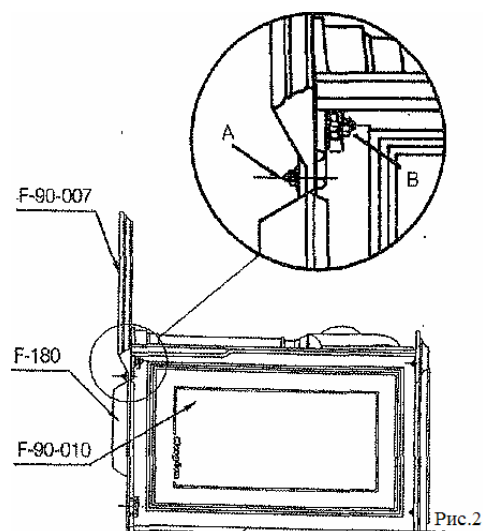

Рис.2
3. Установите лоток (F.90-007) рядом с подом (F-180) как показано на рис. 2, таким образом, чтобы совпали отверстия (деталь "А"). Скрепите детали с помощью четырёх винтов М.6х20, гаек и шайб. Чтобы закрепить лоток с боков, используйте два винта М.6х40, гайки и шайбы (деталь "В").